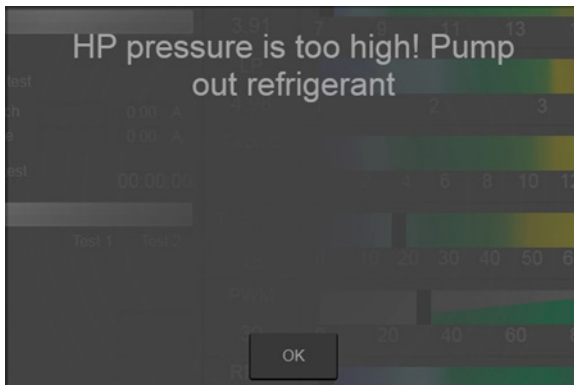

Рисунок 34. Повідомлення "Тиск НР занадто високий"
- "Тиск НР занадто високий" (рис.34). Необхідно закрити крани, вийти в головне меню і відкачати холодоагент із компресора.